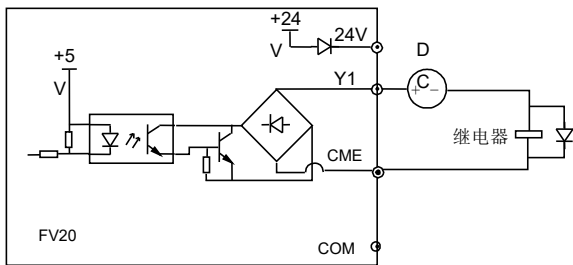

图 4-12 多功能输出端子接线方式 2
2. 多功能输出端子 Y 也可使用外部电源，接线方式请参见图 4-12。